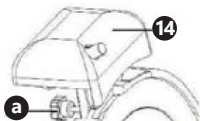

Fig. 3
- Allentare la vite di fissaggio (a) della lama (14) situata sul retro del dispositivo (Fig. 3).
- Rimuovere la lama dal dispositivo (Fig. 3).